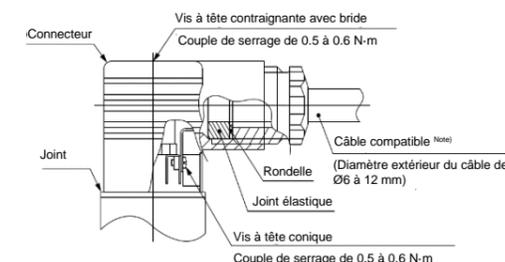

Figure 4.
- Serrez les vis et les raccords conformément à la figure 4.